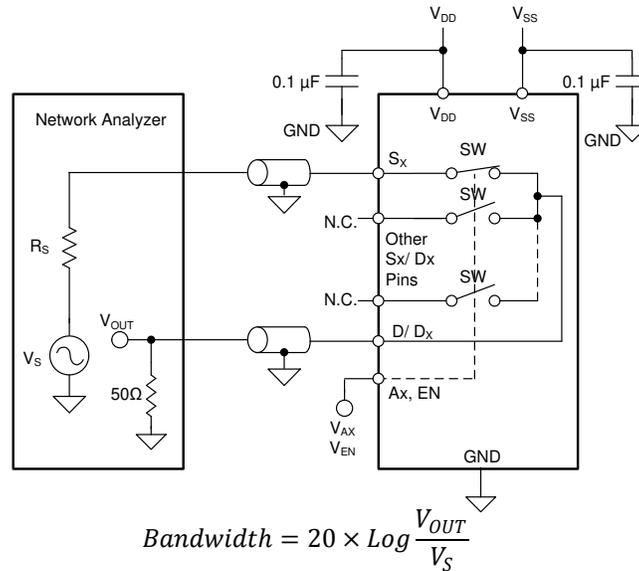

图 7-11. 带宽测量设置
带宽 (BW) 定义为当输入施加到开启通道的源极引脚 (Sx)，并且输出在 MUX80x-Q1 的漏极引脚 (D 或 Dx) 处测量时衰减 <3dB 的频率范围。图 7-11 展示了用于测量开关带宽的设置。